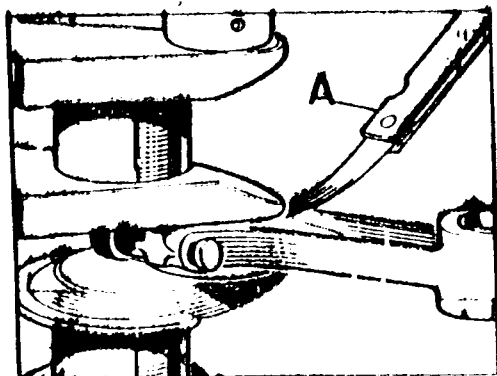

Fig. A3-94 Verificación del juego longitudinal de la biela
- 8.1. Se utilizará una galga, A (Fig. A3-94) introducida entre la cara lateral de la biela y el resalte de apoyo de la muñequilla.